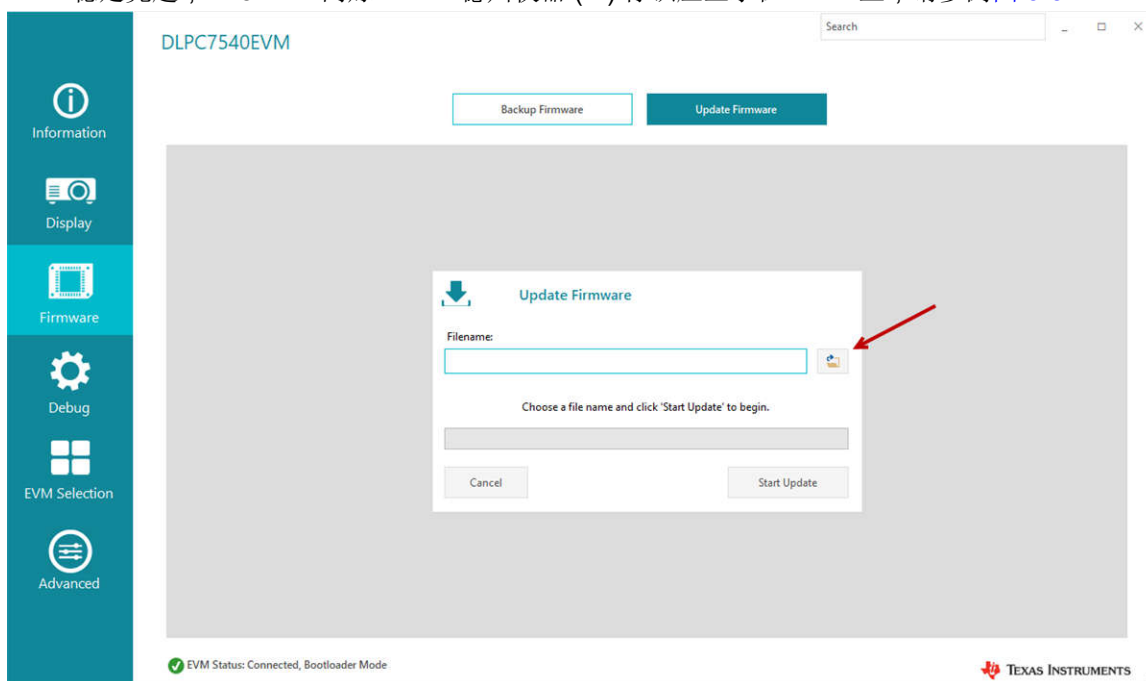

图 3-4. 加载闪存映像
- a. 转到“固件”屏幕, 选择“更新固件”选项卡。单击文件夹图标, 根据连接到 DLPC7540EVM 的实际 DMD 来浏览适用的固件。选择固件映像文件后, 点击 **Start Update**; 请参阅图 3-4。